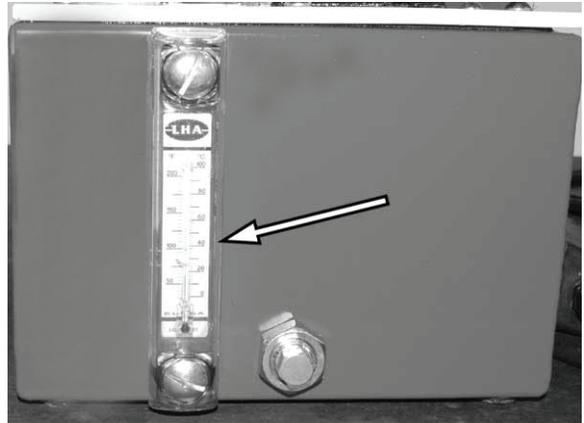

Figure 55.
2. Voir Figure 55. Enlevez les deux vis et le thermomètre.